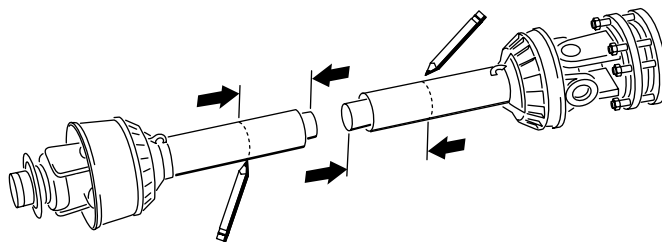
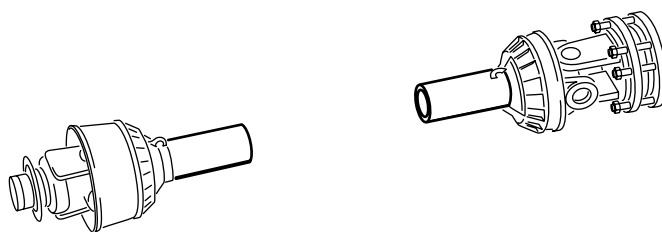

Рисунок 18
Рисунок 19
13. Используя расстояния, определенные в пункте 8, измерьте, разметьте и обрежьте кожух и трубу на каждой половине ВОМ (**Рисунок 18** и **Рисунок 19**).